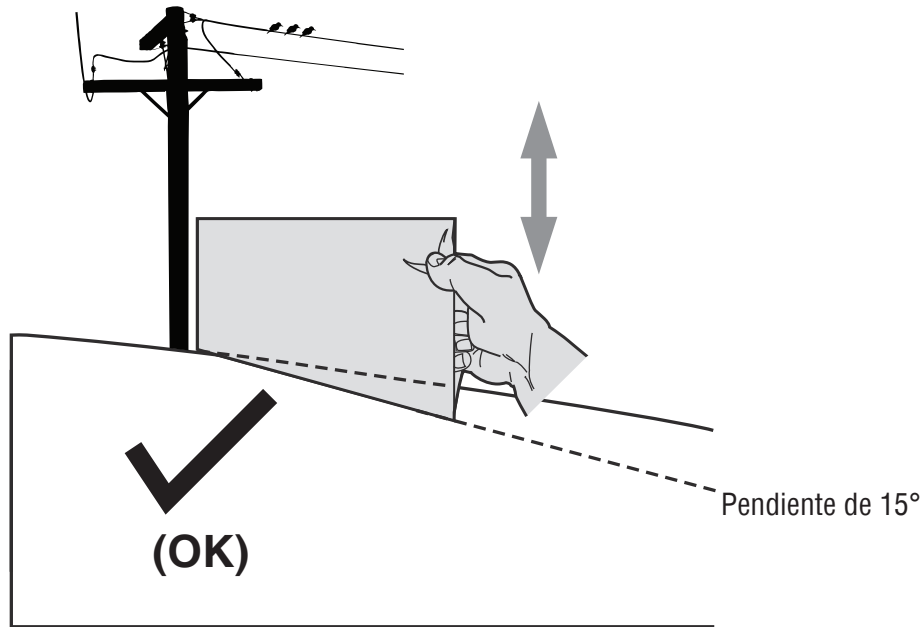
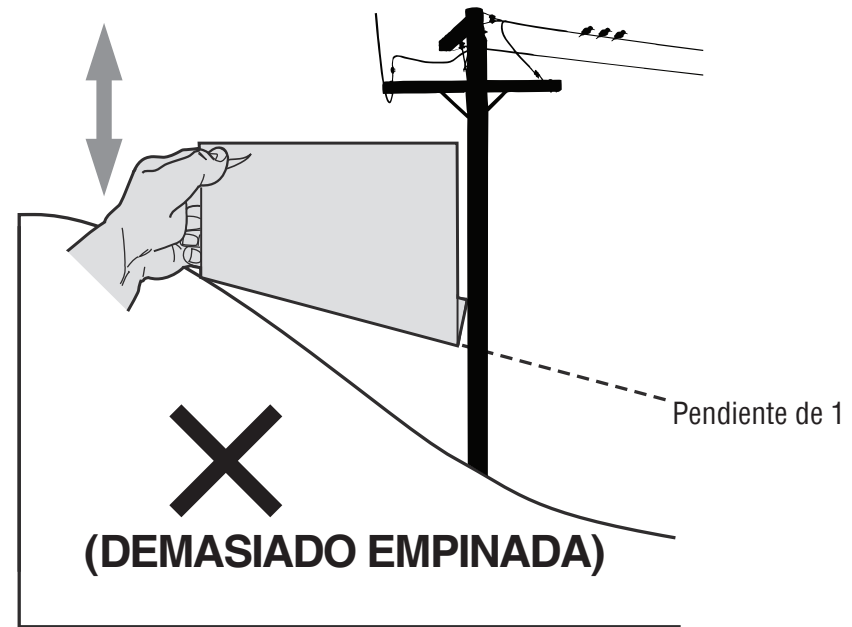

Figura 1
Figura 2
3. Alinee cualquier lado del indicador de pendiente con el objeto (consulte la Figura 1 y la Figura 2).
4. Ajuste el medidor hacia arriba o hacia abajo hasta que la esquina izquierda toque la pendiente (consulte la Figura 1 y la Figura 2).
5. Si hay un espacio debajo del indicador, la pendiente es demasiado empinada para una operación segura (consulte la Figura 2 arriba).
1. Al principio, tire del conjunto del mango doblado hacia arriba hasta la posición de trabajo (Figura 2).